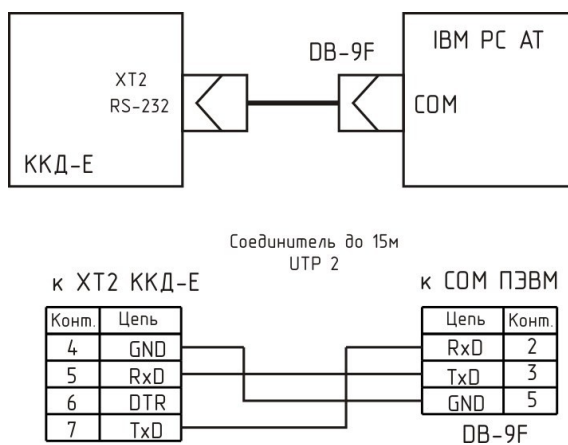

Рисунок 27 - Соединитель RS-232
1. Подсоединить ККД-Е к COM-порту персонального компьютера (рисунок 27).